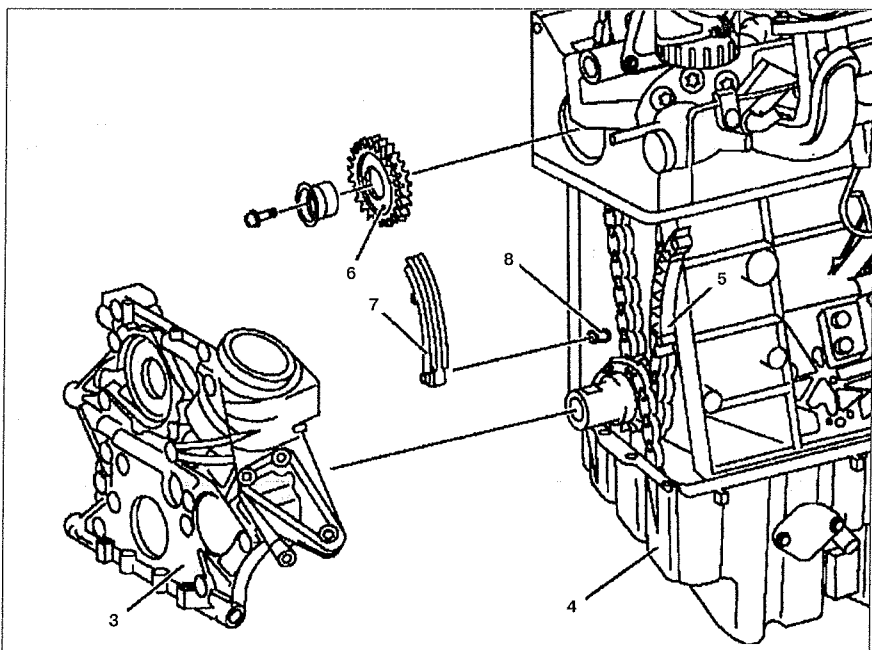

Рис. 5.14. Натяжной рычаг цепи ГРМ:
1. Снимите крышку цепи ГРМ 3 (см.рис.5.14). Поддон 4 снимать не нужно. Открутите болты крепления крышки цепи ГРМ 3. Ослабьте остальные болты крепления поддона. Не повредите прокладку поддона, осторожно снимите крышку цепи ГРМ 3, и, при необходимости, замените ее.